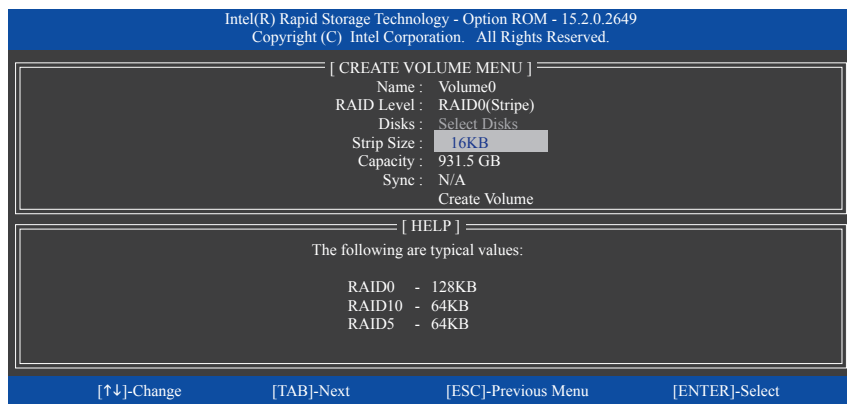

図 16
**Disks** の項目で、RAID アレイに含めるハードドライブを選択します。取り付けたドライブが 2台のみの場合、ドライブはアレイに自動的に割り当てられます。必要に応じて、ストライブブロックサイズ (図 16) を設定します。ストライブブロックサイズは 4 KB~128 KB まで設定できます。ストライブブロックサイズを選択してから、<Enter> を押します。